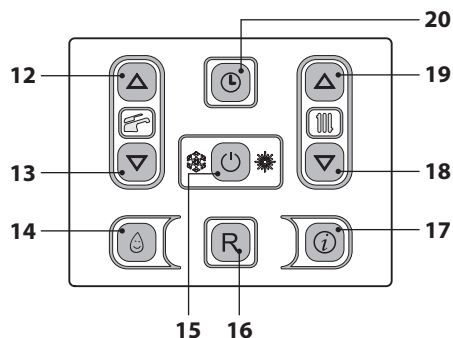

Figura 2.27
La temperatura dell'acqua calda sanitaria è regolabile agendo sui tasti 12 (aumento) e 13 (diminuzione) (Figura 2.27) da un minimo di circa 35°C ad un massimo di circa 60°C. Alla prima pressione di uno dei due tasti si ha la visualizzazione del valore di "set", alla seconda pressione si accede alla modifica.
Per attivare la funzione preriscaldamento 3 stelle premere il tasto 14 (Figura 2.27) fino a far apparire sul display LCD il simbolo  (Figura 2.25). Quando il simbolo  lampeggia, la funzione è in corso.
N.B. Se alla caldaia viene tolta l'alimentazione elettrica, alla successiva riattivazione aspettare almeno 1 minuto prima di attivare la funzione. Per disabilitare la funzione preriscaldamento 3 stelle premere il tasto 14 (Figura 2.27) fino a quando nel display LCD non scompare il simbolo .
Entrare in "modalità programmazione" premendo contemporaneamente per 5 secondi i tasti 12 e 20 (Figura 2.27) fino a far apparire sul display LCD i simboli evidenziati in Figura 2.26.
Per confermare il punto di on/off e passare al punto successivo premere il tasto 15 in Figura 2.27.